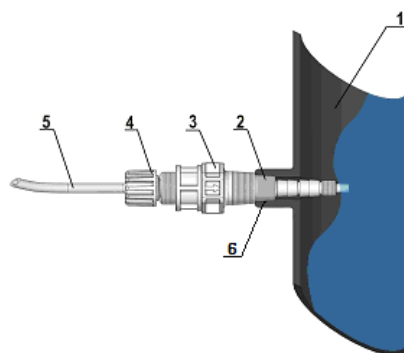

Fig. 7 - Montage Raccord
Aussi bien sur le tuyau de refoulement que sur celui d'aspiration, éviter les courbes excessives afin d'éviter des étranglements sur les tuyaux en question. Appliquer sur la conduite de l'installation à traiter, à l'endroit le plus adapté pour effectuer l'injection du produit à doser, un raccord de 3/8" ou 1/2" gaz femelle. Ce raccord est exclu de la fourniture. Visser la vanne d'injection dans le « raccord joint » en utilisant du ruban en PTFE voir Fig. 7. Relier le tuyau au raccord conique de la vanne d'injection et le bloquer avec la bague spécifique (4). La vanne d'injection est également clapet anti-retour.